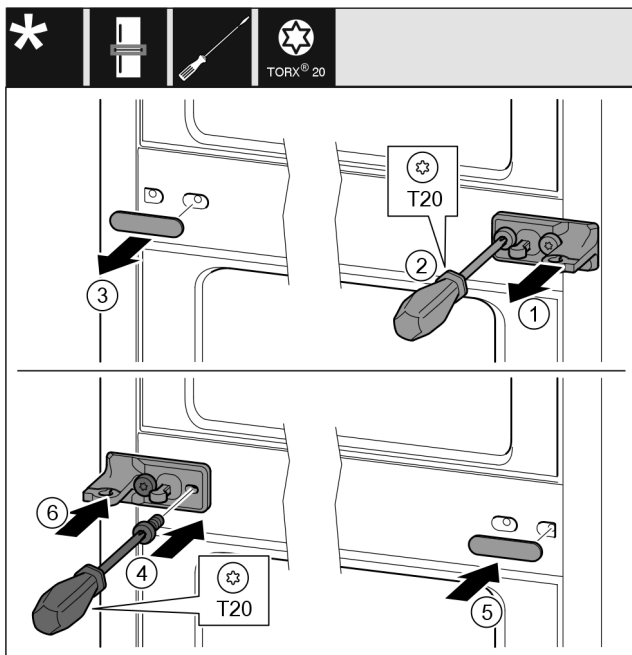

Fig. 31
- ▶ Зніміть перстину. Fig. 31 (1)
- ▶ Викрутіть гвинти за допомогою викрутки T20. Fig. 31 (2)
- ▶ Обережно зніміть кришку. Fig. 31 (3)
- ▶ Опорний кронштейн із плівкою, повернутий на 180°, закріпіть гвинтами з іншого боку. Fig. 31 (4)
- ▶ Кришку, яка повернута на 180°, розмістіть з іншого боку. Fig. 31 (5)
- ▶ Встановіть перстину спереду. Fig. 31 (6)